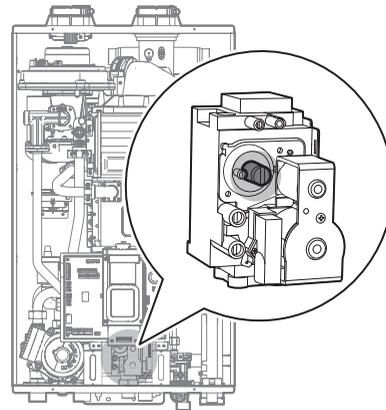

Figure 10. Emplacement de la vis de réglage
- c. Ouvrez entièrement un raccord d'eau chaude et réglez la chaudière pour qu'elle fonctionne en mode MIN 1 étape (reportez-vous au tableau 2). Mesurez la valeur de correction à la puissance minimale d'utilisation et comparez-la aux valeurs indiquées dans le tableau 3. Si la valeur de correction ne correspond pas à la plage indiquée, la vis de réglage de la soupape à gaz doit être ajustée. Si un ajustement est requis, trouvez la vis de réglage, comme cela est indiqué à la Figure 10. À l'aide d'une clé Allen de 4 mm (5/32 po) tournez la vis de réglage de 1/4 de tour au maximum, dans le sens horaire pour augmenter la valeur de correction ou dans le sens antihoraire pour la diminuer.